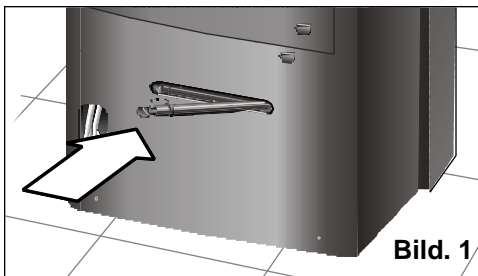

Bild. 1
- Försäkra Dig om att proppen för på dräneringsröret sitter ordentligt fast – den kan ha lossnat under transporten, **Bild 1**.
- ❑ Kontrollera att proppen, **Bild 1**, är ordentligt fäst på dräneringsröret för att undvika att vatten rinner ut och blöter ner underlaget som apparaten står på.